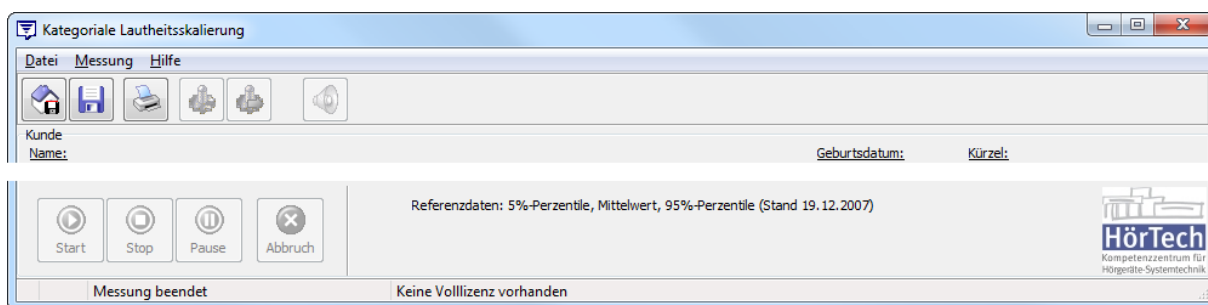

Abbildung 10: Messdialog ohne Lizenz
**Achtung:** Falls Sie die „Oldenburger Messprogramme“ ohne Lizenz aufrufen (z.B. auf einem Arbeitsplatz ohne Audiometer, der nur zur Ansicht verwendet wird), dann wird dies in der Statuszeile unten angezeigt, und die Funktionen für das Ändern der Einstellungen und die Durchführung der Messung stehen nicht zur Verfügung (Abbildung 10).